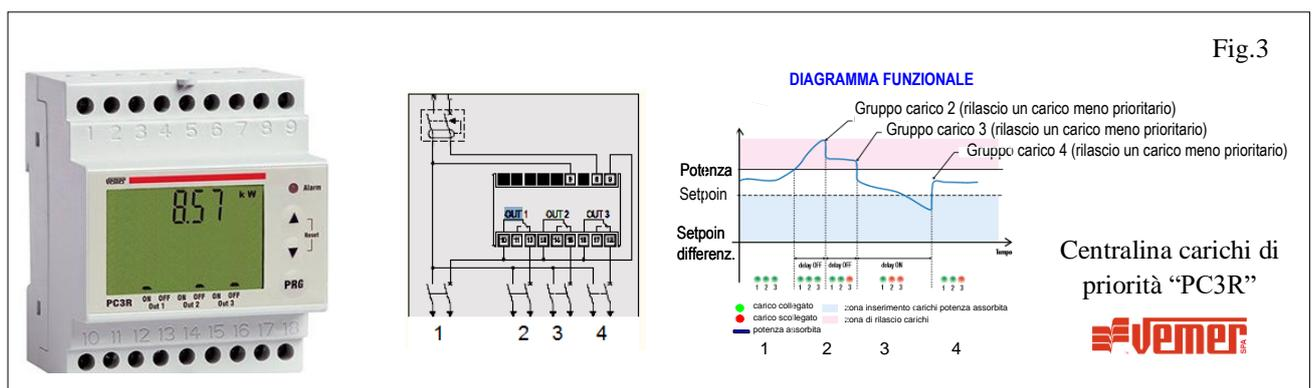

Fig.3
2.- Stabilite le funzioni sopra indicate si prospetta ora la scelta di una centralina in grado di programmare la ciclicità dei carichi. Al riguardo proponiamo quanto indicato nella fig.3.